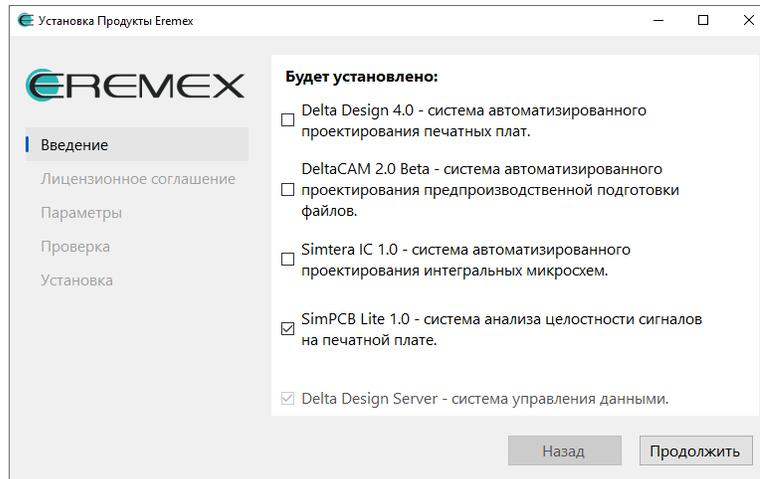

Рис. 1 Информация об устанавливаемой версии системы
2. Выберите продукты, которые необходимо установить, и нажмите «Продолжить», см. Рис. 1.